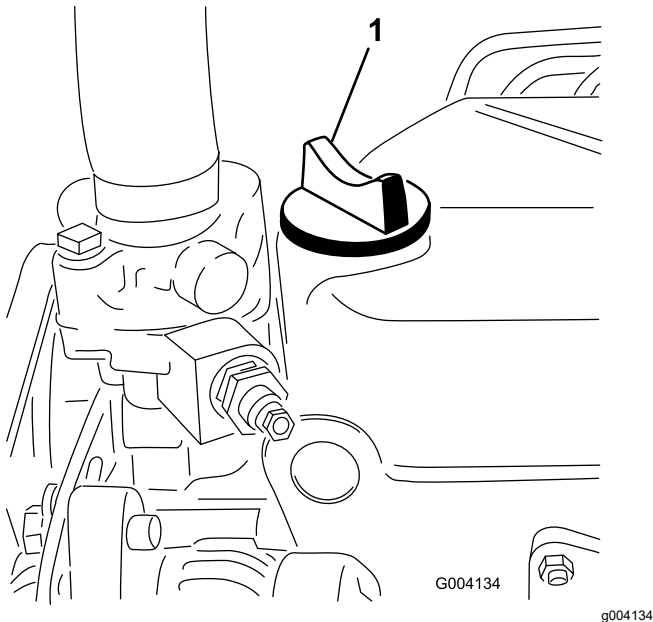

Figura 54
5. Si el nivel de aceite está por debajo de la marca Lleno, retire el tapón de llenado (Figura 54) y añada aceite hasta que el nivel llegue a la marca Lleno. **No llene demasiado.**